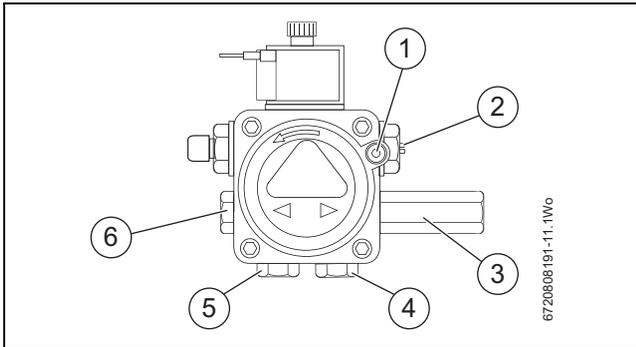

Fig. 12
► Dans l'installation 13, il faut desserrer le raccord du vacuomètre [1] figure 12 jusqu'à la sortie du combustible.